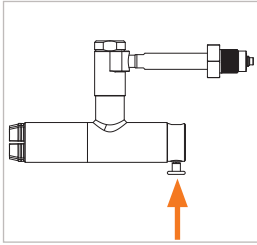

Figure 6
- ▶ Appuyer sur le bouton de soupape (pos. 4) (Figure 6). Les mâchoires de serrage s'ouvrent.
- ▶ Insérer le connecteur, avec le bouton de soupape (pos. 4) et le placer dans l'axe et en butée sur la pièce d'essai. Le joint frontal est ainsi préservé des dommages causés par d'éventuels bords saillants sur la pièce d'essai et sur le connecteur et le bon raccordement est garanti.